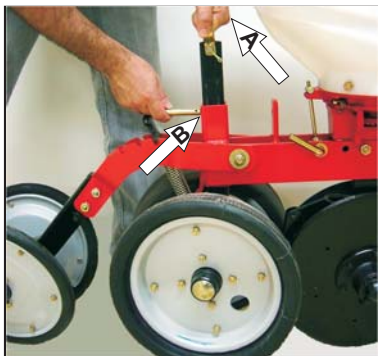

Fig. 17
Para efetuar a regulagem de profundidade da semente basta segurar a alça (A) do suporte e soltar o pino trava (B), movimentar o conjunto para cima ou para baixo colocando-o na regulagem ideal. - Fig. 17